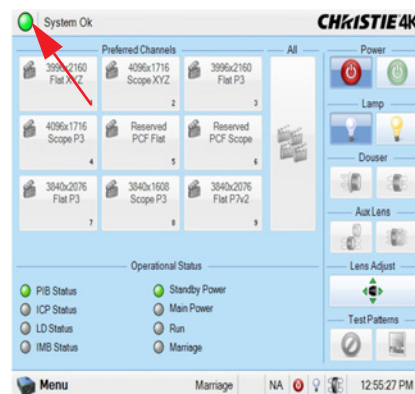

图 5-3 TPC LED
2. 查看是否存在联锁故障。从 TPC 上的 **Main**（主）面板中，单击左上角的 **LED**，打开 **Status**（状态）窗口。（图 5-3）。另外，也可以单击 **Menu**（菜单）按钮，然后选择 **Status**（状态）。打开 **Status**（状态）窗口后，单击 **Interlocks**（联锁）。如果显示有故障，则需要取消联锁后，灯泡才会亮起。